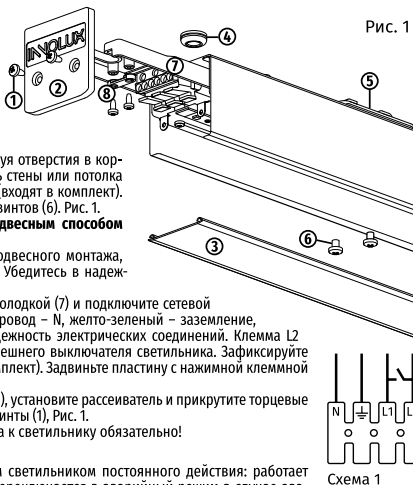

Рис. 1
Наметьте и просверлите два отверстия для установочных скоб (5) на поверхности стены или потолка по месту установки. Расстояние между центрами отверстий указано в Технические характеристики». Установите пластмассовые дюбели из монтажного комплекта в отверстия. Открутите винты (6), которыми закреплены установочные скобы (5), используя отверстия в корпусе светильника. Установите на поверхность стены или потолка установочные скобы (5) при помощи винтов (входят в комплект). Закрепите светильник на скобы при помощи винтов (6). Рис. 1.
Установите на скобы (5) 2 комплекта для подвесного монтажа, приобретаются отдельно (артикул – 96 579). Убедитесь в надежности подвеса, Рис. 1.
3. Выдвиньте пластину с нажимной клеммной колодкой (7) и подключите сетевой провод в соответствии со Схемой 1. Синий провод – N, желто-зеленый – заземление, белый – L1, коричневый – L2. Проверьте надежность электрических соединений. Клемма L2 предназначена для реализации вкл/выкл внешнего выключателя светильника. Зафиксируйте провод зажимом и шурупами (8) (входят в комплект). Задвиньте пластину с нажимной клеммной колодкой, Рис. 1.
4. Отрежьте необходимую длину рассеивателя (3), установите рассеиватель и прикрутите торцевые крышки (2) к корпусу, используя монтажные винты (1), Рис. 1.
1. Выдвиньте пластины с нажимной клеммной колодкой (7) и подключите коннекторы из монтажного комплекта, Рис. 1.
2. Закрепите соединительные скобы из KC-01-1-ДСО-06 в светильник винтами (входят в комплект), задвиньте пластины с нажимной клеммной колодкой (7) и закрепите соединительные скобы в другом светильнике.
2. Введите сетевой провод в корпус через уплотняющее отверстие (4), Рис. 1.